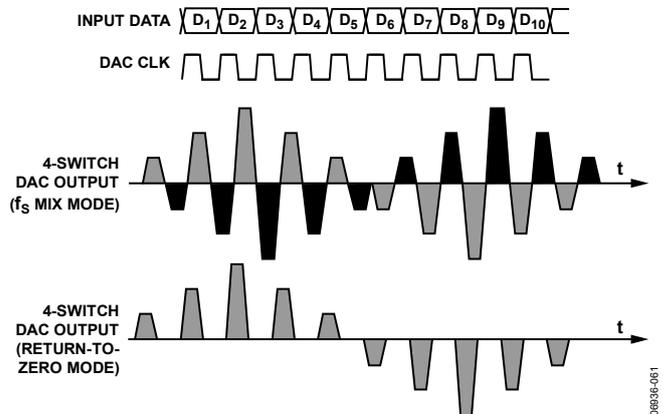

図 64. ミックス・モードとゼロ復帰モードでの DAC 波形
クワッドスイッチ・アーキテクチャは、ミックス・モードとゼロ・リターン (RZ) モードの 2 つの動作モードを追加でサポートしています。この 2 つのモードの波形を図 64 に示します。ミックス・モード時は半クロック・サイクルおきに出力が反転します。これにより、サンプリング・レートで DAC 出力がチョッピングされます。このチョッピングにより、sinc ロールオフを DC から f_{DAC} に周波数シフトできます。さらに出力スペクトルに対するもう 1 つのちょっとした効果もあります。シフトされたスペクトルは、2 × f_{DAC} が最初のヌル点となる 2 番目の sinc 関数を形成します。これは、データがクロック・レートの 2 倍でランダムに変化するのではなく、単に繰り返されるためです。